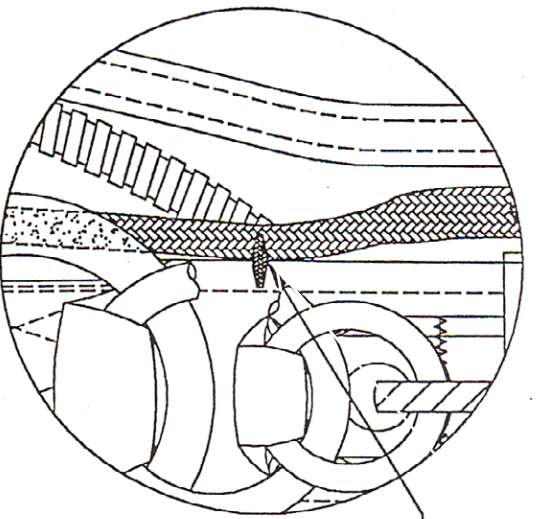

Figure 4A
5) Cousez à la main la drisse sur le côté de l'élévateur en utilisant du gros fil poisseux résistant (Figure 4A)